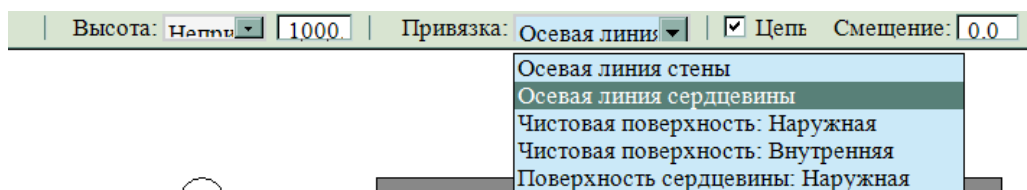

Рис. 21
6. Для внутренних стен цоколя принять высоту равной 1000 мм, привязку установить **Осевая линия сердцевины**, смещение нулевое (рис. 21).